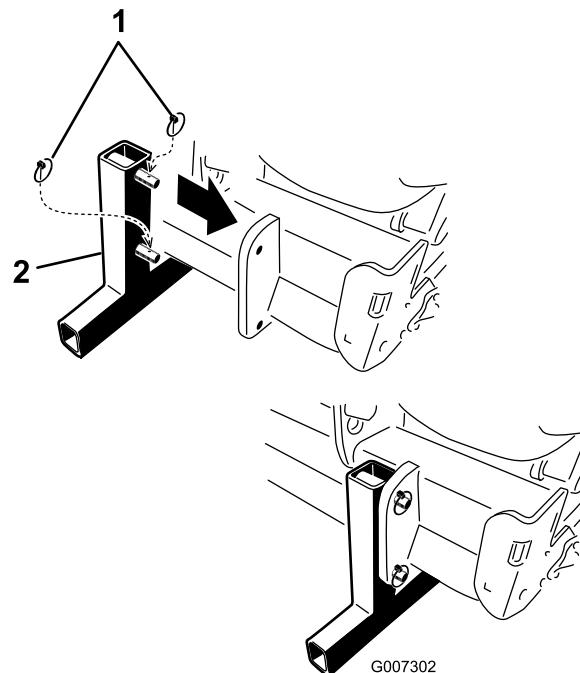

Figura 44
5. Instale los soportes de almacenamiento y fíjelos al aireador con los pasadores de seguridad (Figura 44).